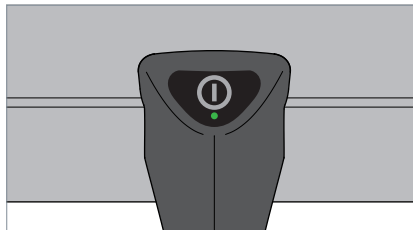

Fig. 6: Tecla.
- ▶ Pulse la tecla, véase Fig. 6.
- ▶ Pulse la tecla y manténgala pulsada, véase Fig. 6.